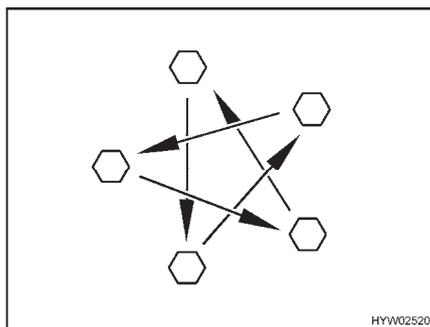

Fig. 171 Serrer en croix les écrous ou les boulons de roue
- Vérifier régulièrement le serrage des écrous ou des boulons de roues. Resserrer alternativement et en croix (Fig. 171) les écrous ou les boulons de roue 50 km après le changement d'une roue.